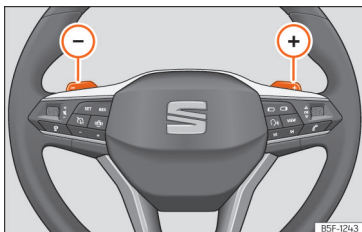

Fig. 87 Volante: alavancas para mudança automática de velocidades.
- Pressione a alavanca de mudanças (+) para engrenar uma velocidade mais alta »» Fig. 87.